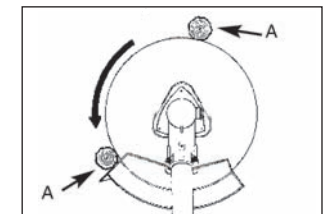

Fig. 14
La protection de la lame McCULLOCH est conçue pour réduire le risque de retour d'effort avec des butées pour accrocher l'appareil contre l'objet en train d'être coupé. Placez le jeune arbre contre la butée (A) de sorte que la rotation de la lame l'amène continuellement dans la butée (A) (Fig. 14).